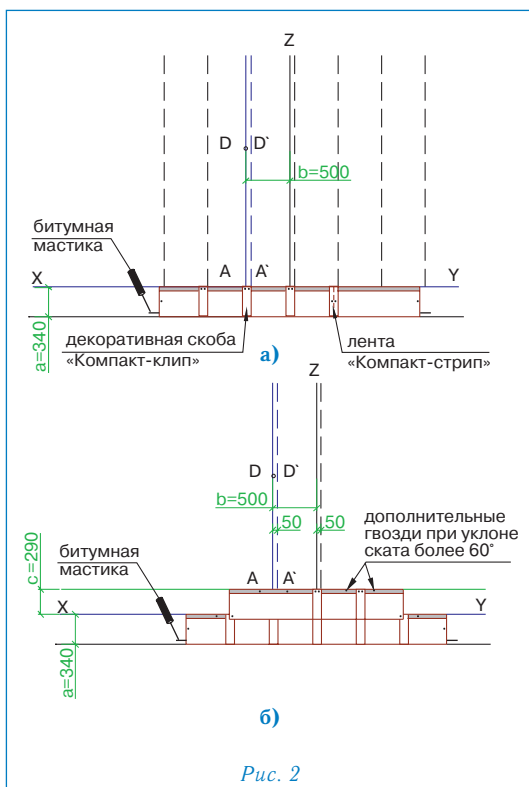

Рис. 2
Укладка материала (рис. 2)
- укладка черепицы начинается от линии AD, при этом ее верхний край выравнивается по линии XY (рис. 2а);
- листы первого ряда укладываются встык и фиксируются двумя гвоздями по центру коротких сторон на расстоянии 2 см от края (рис. 2а);
- правая сторона скобы «Компакт-клип» выравнивается по линии A'D' и фиксируется двумя гвоздями через специальные отверстия (рис. 2а);
- листы второго ряда черепицы укладываются от линии AD, их нижний край выравнивается по линии, параллельной XY; каждый лист фиксируется двумя гвоздями в 2,5 см от нижней стороны; стыки и середина каждого листа закрываются декоративными скобами «Компакт-клип», которые также фиксируются двумя гвоздями (рис. 2б);
Для крепления гибкой черепицы ПРЕСТИЖ ВИЗАНТИЯ используются гвозди из нержавеющей стали улучшенного прилегания (ершеные) с гладкими широкими шляпками. Каждый лист ПРЕСТИЖ ВИЗАНТИЯ закреплен шестью гвоздями, в соответствии с рекомендациями, приведенными выше (рис. 2б).
При укладке материала на скатах с уклоном более 60° каждый лист дополнительно фиксируется двумя гвоздями в верхней части (рис. 2б).